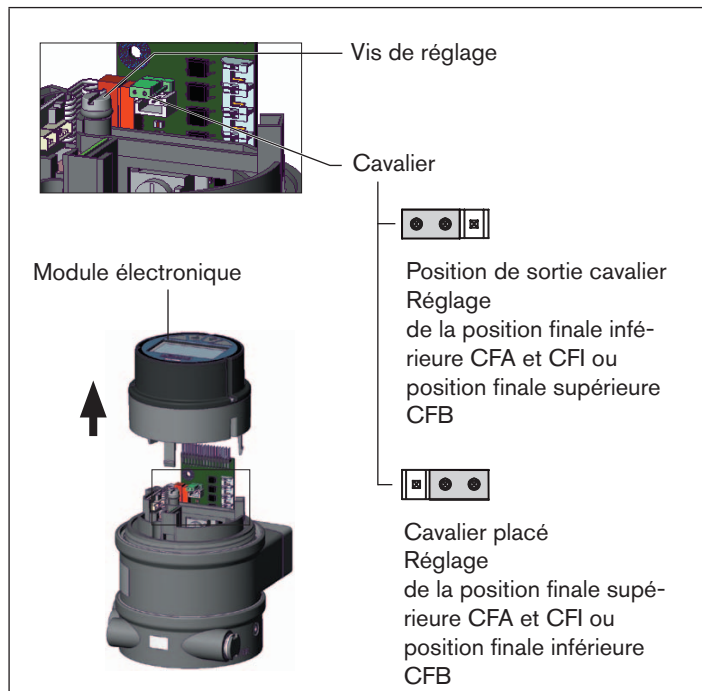

Fig. 13 : Réglage des fin de course
- Placer le cavalier (voir « Fig. 13 : Réglage des fin de course »).
- Replacer le cavalier en position de sortie (« Fig. 13 »).